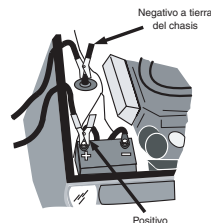

Figura 1
- Determine cuál de los bornes de la batería está conectado a tierra en el chasis. Si el borne negativo está conectado al chasis (como en la mayoría de los vehículos), vea la figura 1 y el paso 5 a. Si el borne positivo está conectado al chasis, vea el paso 5 b.